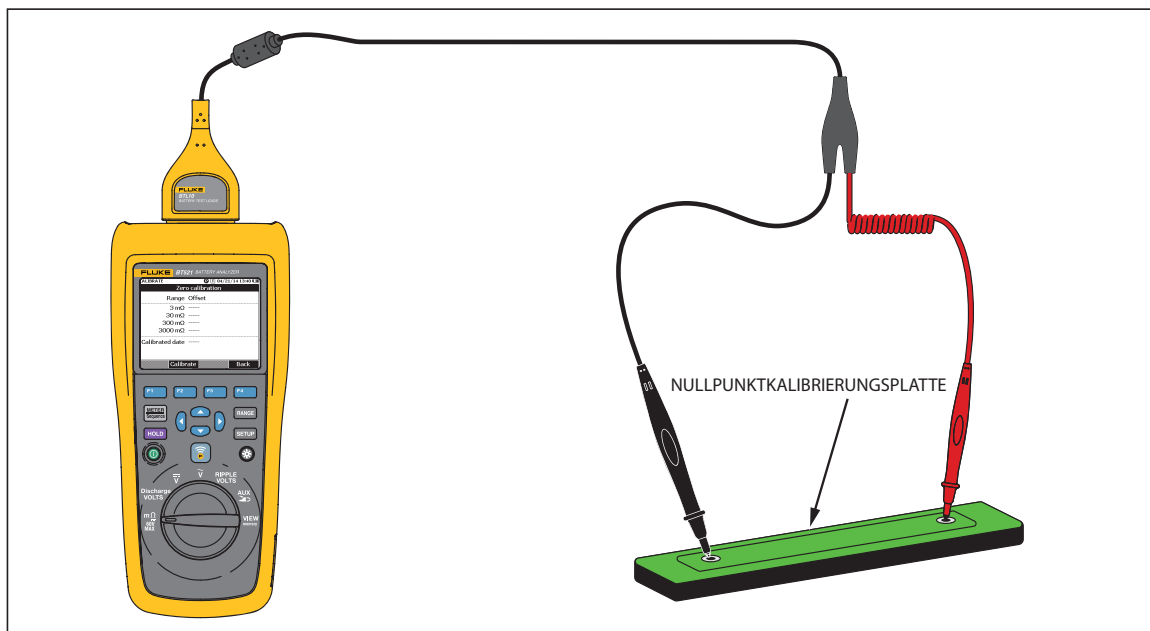

Abbildung 4-5. Einstellen der Nullpunktkalibrierung
1. Platzieren Sie die Nullpunktkalibrierungsplatte waagrecht auf einer ebenen Oberfläche. Siehe Abbildung 4-5.